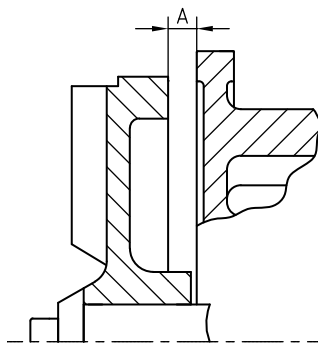

Figure 18: Réglage de la roue FREM..
- 2 Ajustez la roue à la taille **A** entre l'arrière de la roue et le couvercle intermédiaire. Voir la figure 18 et le Tableau 7 ci-dessous. Utilisez de préférence 2 règles graduées.